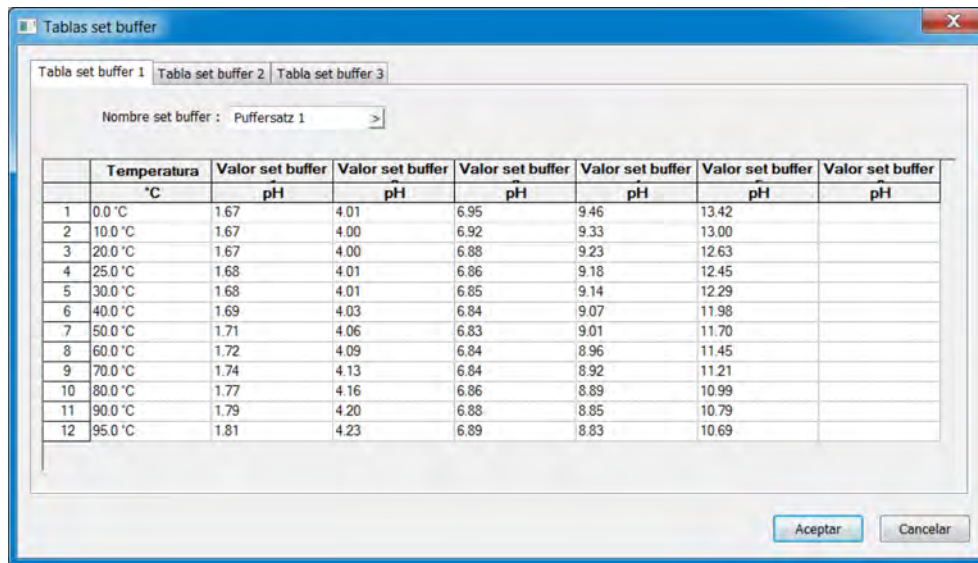

Fig. 133: Tablas de juegos de soluciones tampón
- **Color de fondo:** color de fondo ajustable, véase Fig. 133 , pos. 2.
- **Fondo:** una imagen cualquiera en formato de mapa de bits (las dimensiones de la imagen del proceso son 316 × 182 píxeles), véase Fig. 133 , pos. 6.
- **Objetos:** elementos gráficos para la visualización del estado de funcionamiento de los medios de servicio de una instalación (por ejemplo: bombas, válvulas, elementos calefactores, etc.), véase Fig. 133 , pos. 3.
Véase Fig. 133 , pos. 3.